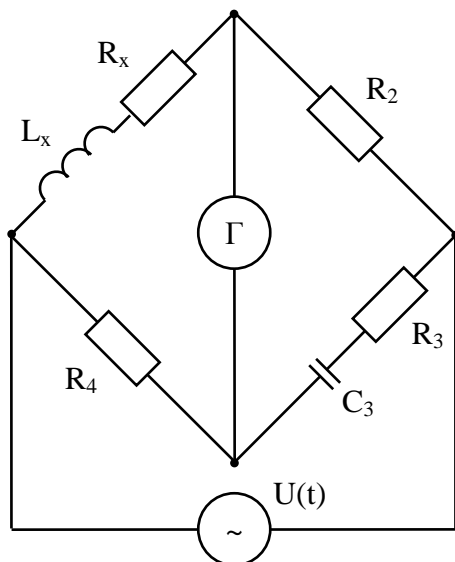

Рис. 8.
22. В схеме моста (рис. 8) измерение тангенса угла потерь $\text{tg}\delta_x$ катушки индуктивности осуществляется при следующих данных: плеча сравнения – $C_3 = 0,1 \text{ мкФ}$ и переменного резистора – $R_3 = 30 \text{ Ом}$. Какое значение добротности при частоте измерения 1000 Гц ?